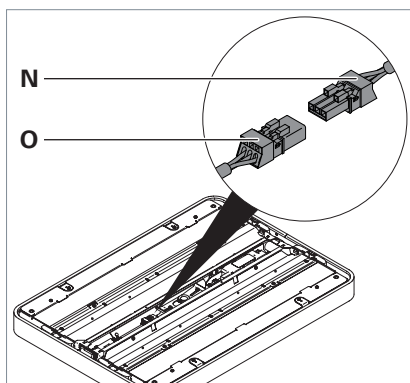

Fig. 11: Raccorder la tête du luminaire, partie 2.
- Raccordez le connecteur femelle **N** à la fiche **O** de la tête du luminaire, voir Fig. 11.